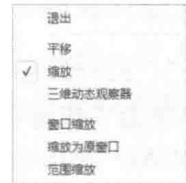
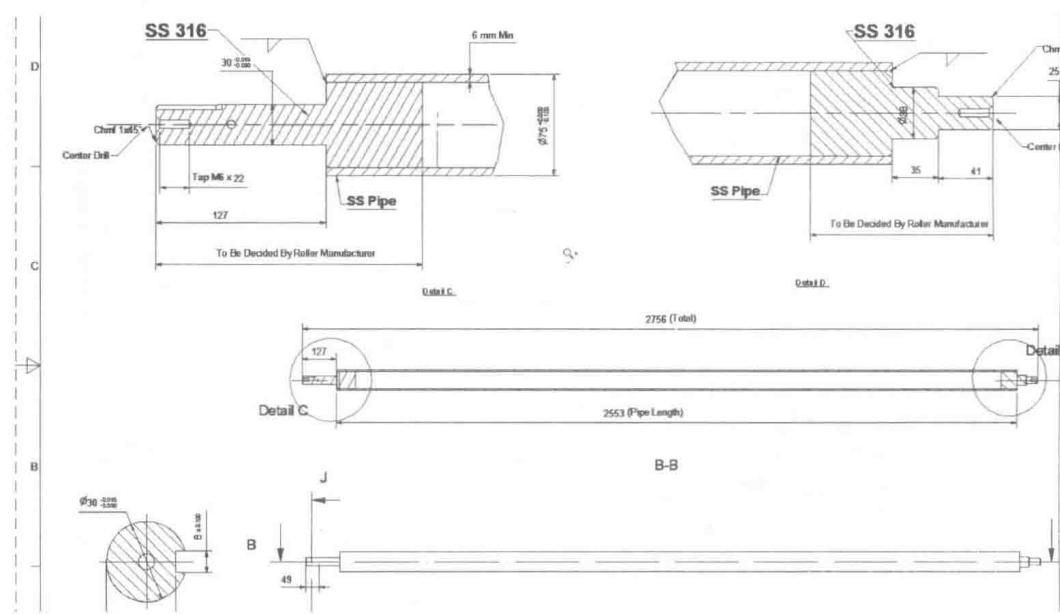

图 1-25 右键快捷菜单
图 1-26 实时放大
(1) 在命令行输入 ZOOM 命令，或者选择菜单栏中的“视图”→“缩放”→“实时”命令，或者单击“视图”选项卡“导航”面板“缩放”下拉列表中的“实时”按钮，或者右击鼠标，选择右键快捷菜单中的“缩放”命令，如图 1-25 所示。绘图平面出现缩放标记，向上拖动鼠标，将图形进行实时放大，结果如图 1-26 所示。